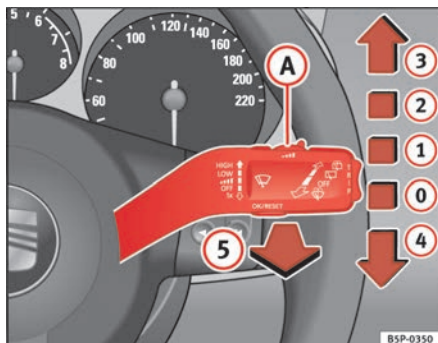

Abb. 85 Scheibenwischer- und Scheibenwascherhebel
Der Scheibenwischerhebel ⇒ Abb. 85 hat folgende Stellungen:
- Wenn bei eingeschalteter Wischerstufe ② ⇒ Seite 123, Abb. 85 oder ③ das Fahrzeug anhält, wird automatisch auf die nächste Stufe heruntergeschaltet. Führt das Fahrzeug wieder an, wird erneut auf die eingestellte Wischerstufe hochgeschaltet.